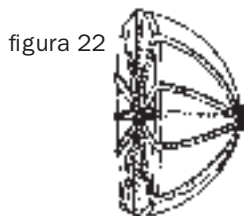

figura 22
3. Pegar la madera al coco y atarlo firmemente con la cuerda fina, tal como aparece en la figura 22. Dejar secar durante todo un día.